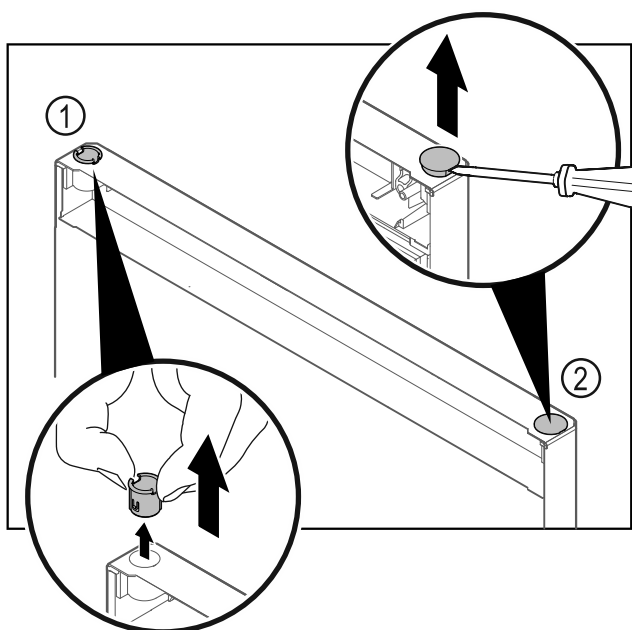

Fig. 11
- Wyjąć palcami tuleję zawiasu Fig. 11 (1).
- Zatyczkę osłonki Fig. 11 (2) ostrożnie podważyć przy pomocy śrubokręta płaskiego i wyjąć.